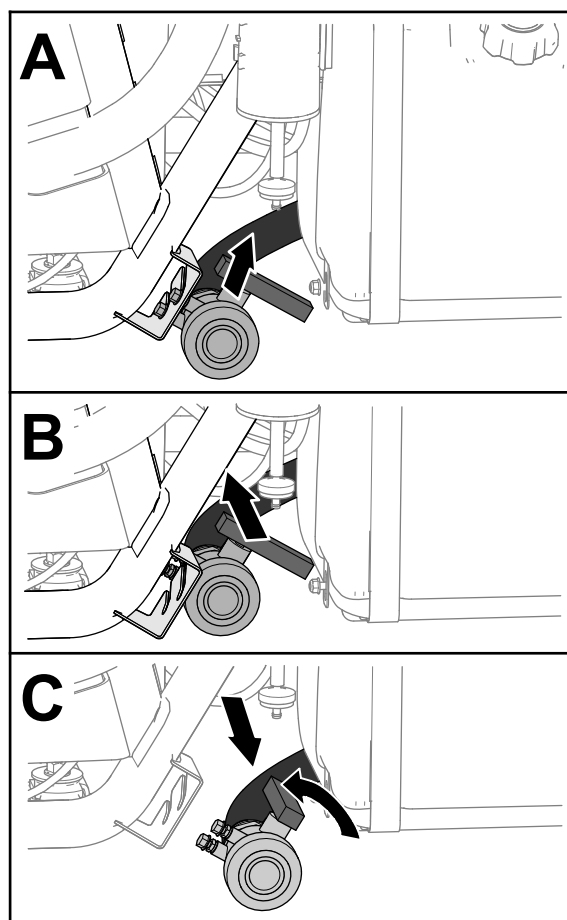

Figura 27
2. Localice la válvula de vaciado del depósito, situada en el lado izquierdo de la máquina, por delante del depósito de combustible (Figura 27).
3. Eleve la válvula y muévela hacia la parte interior, hasta que los espárragos de montaje de la válvula salgan de las ranuras en el soporte de la válvula de drenaje y mueva la válvula hacia atrás (Figura 27).
4. Alinee el extremo de la válvula con el recipiente de vaciado y gire la palanca de la válvula en sentido antihorario a la posición de abierto (Figura 27).
5. Cuando el depósito se haya vaciado por completo, gire la maneta de la válvula de vaciado a la posición de cerrado y monte la válvula en el soporte de la válvula de vaciado (Figura 27).